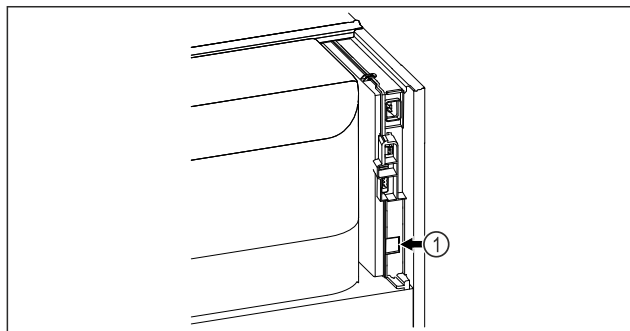

Fig. 96
- ☐ SmartModule Fig. 96 (1) ist eingesetzt.